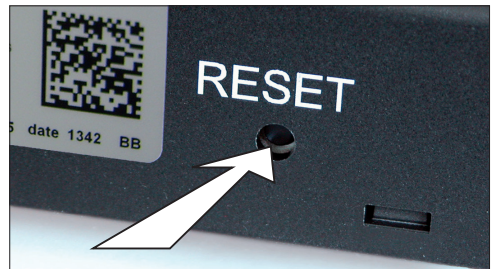

Fig. 18: Pulsante reset ricevitore
- Premere e tenere premuto il pulsante reset sul ricevitore (vedi fig. 18) finché non vengono emessi due (2) segnali acustici. Il primo breve, il secondo lungo. Dopo il secondo segnale acustico, lasciare il pulsante reset.